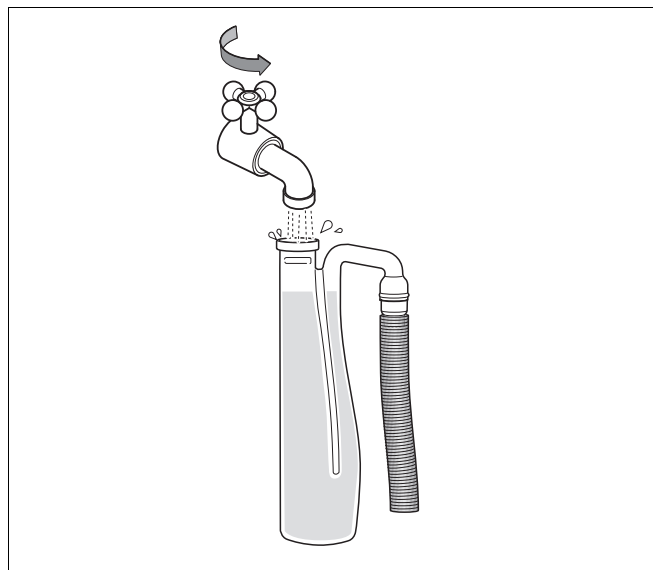

Fig. 71 Umpleți sifonul cu apă
- Umpleți sifonul cu circa un litru de apă (fig. 71) și remontați-l.